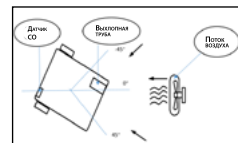

рис.8
**ВНИМАНИЕ!** При эксплуатации генераторов с датчиком угарного газа следует соблюдать определенные правила. Во избежание ложных срабатываний следует избегать описанных ниже условий: Датчик угарного газа работает только при плюсовой температуре (больше 0 °С). Сильный поток воздуха с направления 45 градусов от оси выхлопное отверстие-датчик (рис.8).